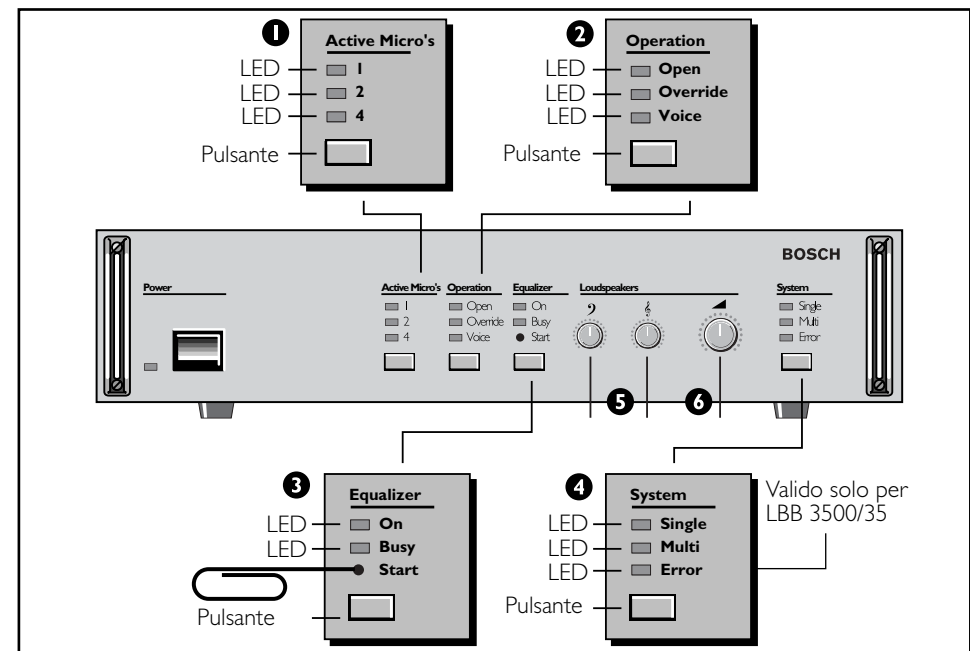

FIG. 11-2 CCU (LBB 3500/35)
Vedi FIG. 11-2 \(4\). Il modo a CCU singola o multipla può essere selezionato a livello centrale utilizzando il pacchetto software Multi-CCU LBB 3586. Utilizzando il pulsante di selezione modo 'System', la Multi-CCU LBB 3500/35 può essere selezionata per utilizzo nel modo singolo in caso di lampeggiamento dell'indicazione LED per il modo Multi-CCU.
11.2.2 Gestione microfoni (FIG. 11-2 \(2\)).
4. Accendere ogni CCU singolarmente ed assicurarsi che esse siano selezionate sul modo "Singolo". Tale modo "Singolo" è selezionabile tenendo premuto per almeno 3 secondi il pulsante "Sistema" localizzato sul pannello frontale delle unità (fare riferimento alla FIG. 11-2).
- Il comando  (FIG. 11-2 \(6\)) imposta il livello di volume/guadagno globale degli altoparlanti nelle fasi 1,5 DB in 1.5 DB steps delle unità di contribuzione dell'intero sistema.
1. Il comando  (FIG. 11-2 \(5\)) imposta il controllo globale degli alti bassi degli altoparlanti delle unità di contribuzione.
2. Il comando  (FIG. 11-2 \(5\)) imposta il controllo globale degli bassi alti degli altoparlanti delle unità di contribuzione.